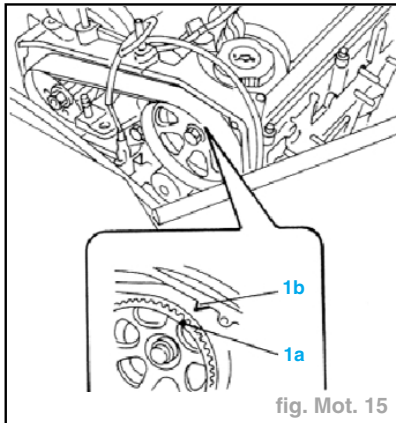

fig. Mot. 15
- Faire tourner le vilebrequin dans son sens normal de rotation pour amener l'encoche située sur la poulie crantée de distribution (1a) en regard de celle qui se trouve sur le cache-poussoirs (1b) ; le 1^{er} cylindre se trouvera au PMH (fig. Mot. 15).